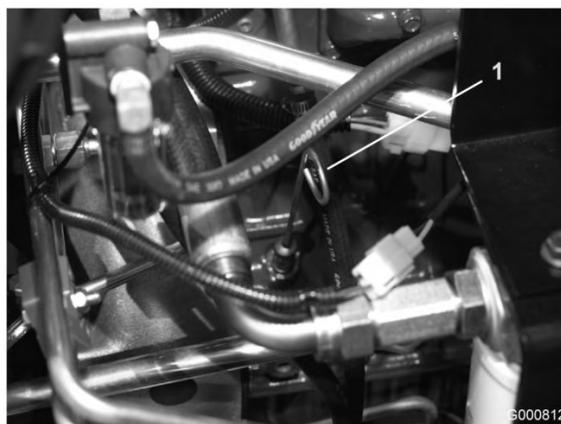

Figura 17
2. Togliete l'asta di livello (Figura 17), pulitela con un panno e reinsertela. Estratela di nuovo e controllate il livello dell'olio sull'asta: l'olio deve raggiungere la linea di pieno (Full) sull'asta.